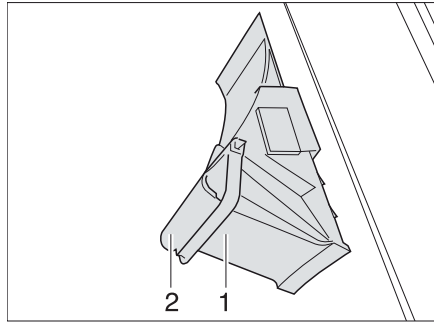

Fig. 16 Cale de roue
- Pousser l'étrier de fixation (Fig. 16,2) vers le bas.
- Retirer la cale de roue (Fig. 16,1) du support.